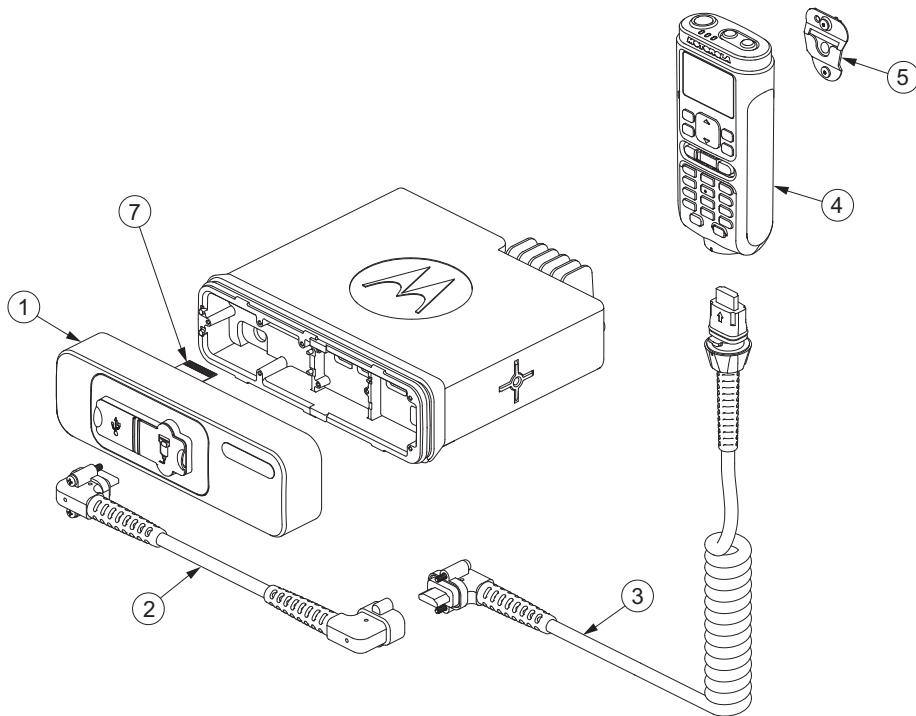

Figura 3. Gruppo del frontalino di comando del palmare
2. Collegare l'altra estremità del cavo al frontalino di comando del palmare e bloccare il cavo ruotando il collare in senso orario (vedere la figura 3).